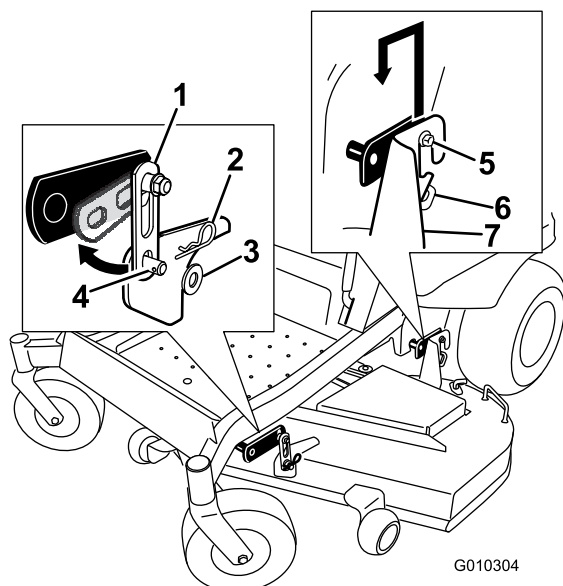

Figura 75
2. Retire o equipamento dos suportes de suspensão frontal da plataforma em ambos os lados da plataforma (Figura 75).
3. Eleve cuidadosamente a plataforma dos parafusos do suporte de suspensão traseira e baixe a parte da frente da plataforma do cortador até ao solo (Figura 75).
6. Instale o suporte frontal na plataforma do cortador nos suportes de suspensão frontais da plataforma e prenda-os com uma anilha e um contrapino (Figura 75).
5. Levante a parte de trás da plataforma de corte e oriente os suportes de suspensão por cima dos parafusos do suporte de suspensão traseiro (Figura 75).